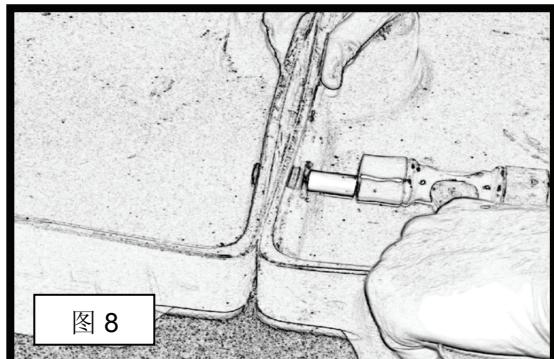

图 8
7) 用手把住两个液体收集槽不让其移动，轻轻敲打特氟纶管直至它穿过另一个液体收集槽上的第二个密封环（见图 8）。注意：如果感觉有阻力，参见说明 5 操作。
- 7) アキュムレーションセンターが動かないように片手で押さえながら、テフロンチューブを叩き、もう一方のアキュムレーションセンターの2つ目のグロメットに通します（図8参照）。注：抵抗を感じたら、ステップ5の指示を参照してください。